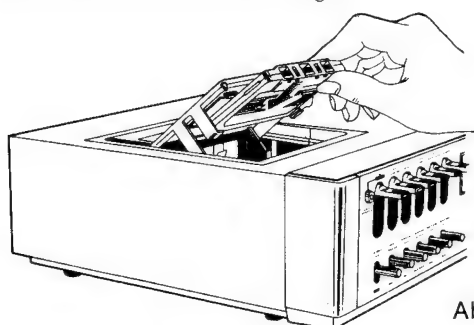

Abb. 3
- 2) Setzen Sie die Kassette so in den Kassettenhalter 9 ein, wie Abb. 3 zeigt.